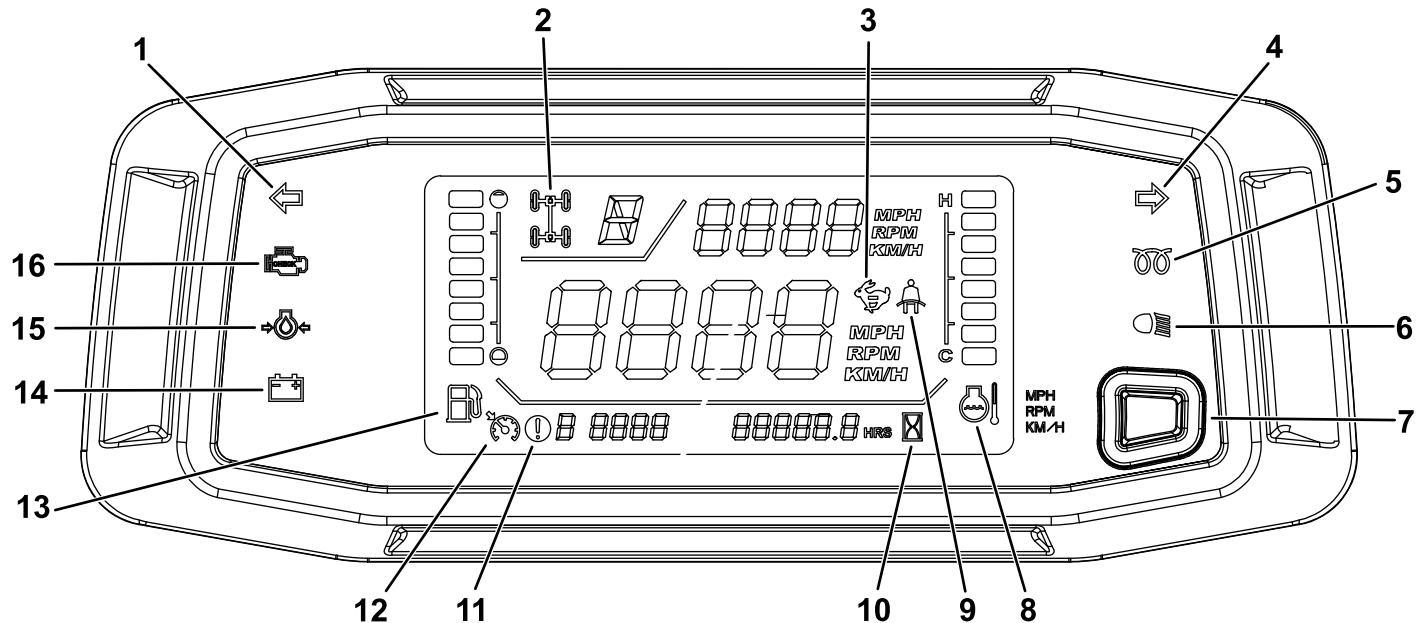

Figure 37
Le clignotant gauche ou droit est activé quand vous appuyez sur le côté gauche ou droit de la commande des clignotants (Figure 37).
**Remarque:** Lorsque le témoin (Figure 37) clignote, cela indique que le réglage n'est pas engagé ou est inactif ; quand il reste allumé, le réglage est engagé/actif.
Le régulateur de vitesse est programmé, le témoin s'allume (Figure 37).
Le témoin de préchauffage (Figure 37) s'allume lorsque vous tournez la clé à la position CONTACT et que le préchauffage est activé.
Le compteur horaire indique le nombre total d'heures de fonctionnement de la machine. Le compteur horaire (Figure 37) se déclenche dès que le moteur tourne.
Le témoin de pression d'huile (Figure 37) s'allume quand la pression de l'huile moteur descend en dessous du niveau admissible pendant que le moteur tourne.
le commutateur d'allumage est tourné à la position CONTACT (Figure 37).
Ce témoin s'allume quand la batterie se décharge. Si le témoin s'allume en cours d'utilisation, arrêtez la machine, coupez le moteur et recherchez les causes possibles, par exemple la courroie d'alternateur (Figure 37).
La jauge de carburant indique la quantité de carburant dans le réservoir. Elle ne fonctionne que lorsque le commutateur d'allumage est en position CONTACT (Figure 37).
Le compte-tours indique le régime du moteur (Figure 37).
Il indique la vitesse de déplacement de la machine (Figure 37).
Appuyez sur le bouton (Figure 37) pendant 0 à 3 secondes pour intervertir les emplacements du compte-tours et de l'indicateur de vitesse.
Appuyez sur le bouton (Figure 37) pendant 3 à 10 secondes pour faire passer le compteur de vitesse des mi/h aux km/h.